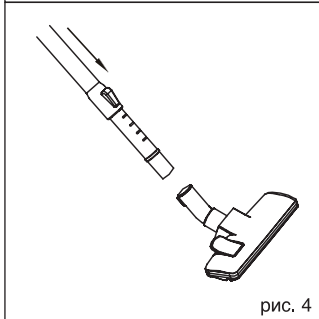

рис. 4
- Выберите необходимую насадку — либо щётку для пола/ковровых покрытий (15), либо комбинированную щётку (26) — и подсоедините насадку к телескопической удлинительной трубке (13) (рис. 4).